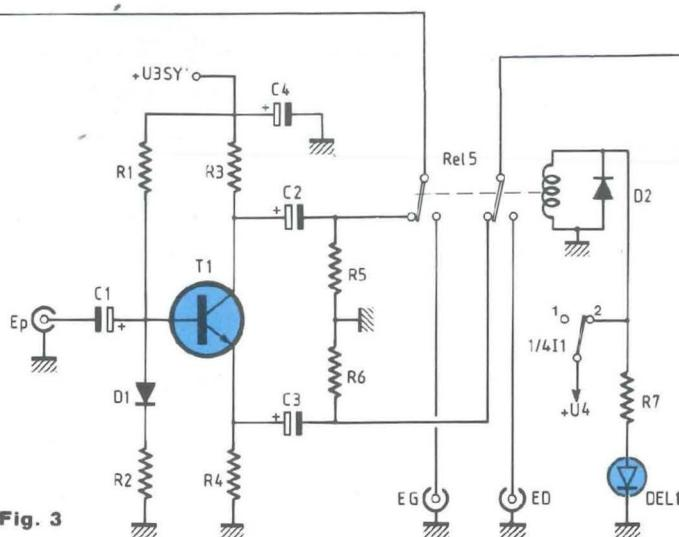

Fig. 3
Visible également sur la figure 3 pour faciliter la compréhension générale de notre système, la structure du symétriseur se trouve dessinée en bas du schéma. On ne peut plus simple, elle ne se compose que d'une cellule de déphasage, formée de R1, R2, R3, R4, R5, R6, C1, C2, C3, D1 et T1. Pour un bon fonctionnement de cet étage, qui implique une opposition de phase parfaite à 180° ainsi qu'une amplitude rigoureusement égale entre les deux signaux, il est nécessaire que R3 et R4 soient identiques. En partant de là, on obtient une amplification de 1 en attaquant directement la base de T1 par le signal d'entrée. Sachant d'autre part que la sensibilité des blocs amplis est, dans le pire des cas de 3 Veff, il faut
Pour ce qui est de D3 et D5, ces deux diodes permettent de décharger C2 et C7 lorsque l'alimentation est coupée. Pour terminer, on précisera que cette structure est absolument indispensable pour ne pas détruire l'étage amplificateur en courant de la carte, figure 3. En effet, en observant la partie R10, R11, R12, R13, R14, R15, D1, C5, T7, T8, T9 et T10, on peut remarquer qu'une mise sous tension instantanée provoquerait un courant de base, dans T7 et T9, très élevé pour charger C5. En conséquence, il y aurait destruction des deux jonctions émetteur-base. Ce système permet une mise en
Inutile pour une utilisation en stéréo, la temporisation est absolument obligatoire pour le montage en pont. En effet, il y a des pointes de plus de 80 V continu à la mise sous tension, ce qui peut être destructeur pour l'enceinte. De structure assez modeste, elle fait l'objet de la figure 5. La temporisation est extrêmement simple et ne se compose que de R1, R2, R3, C1, D1, D10, T1 et T2. L'ensemble forme un générateur qui charge un condensateur C1 à courant constant, en une vingtaine de secondes environ. D10 permet la décharge de C1 lors de la coupure de l'alimentation. T2 sert de suiveur pour que les autres circuits n'affaiblissent pas le courant du générateur, ce qui pourrait empêcher la charge de C1. L'interrupteur I1 étant en position 1, la temporisation sature T3 et T4 jusqu'à ce qu'elle ait terminé son action, à partir de la mise sous tension. De là, on force à 0V les entrées + et - de IC2, repérées par (A) et (B). Analysons le fonctionnement des comparateurs. Reliés deux à deux, ils forment deux comparateurs à fenêtre (pour a et b et c et d). Deux références de tensions sont fixées aux points (C) et (D). Elles sont les images des ddp continues à ne pas dépasser, éventuellement recueillies en sorties des amplis, et qui s'élèvent à + 0,64 V et - 0,64 V. De ce fait, comme on a 0 V en (A) et (B), toutes les sorties de IC2 sont à l'état haut. T5 et T6 sont alors bloqués, REL3 et REL4 (voir figure 3) sont au repos, ce qui permet à C11 de se charger en douceur au travers des haut-parleurs. S'il intervenait un problème quelconque qui fasse qu'une composante continue apparaisse sur le + de C11, T7 (ou T8 selon la voie incriminée) se saturerait, provoquant celle de T5 (ou T6) qui activerait REL3 et REL4 pour couper la sortie. En effet, T7 et T8 fonctionnent en émetteur commun, une charge positive sur leurs bases les fait se saturer. C'est ce qui se passerait ici grâce aux atténuateurs filtrants que sont
R29, R27 et C6 (ou R30, R28 et C7) qui court-circuitent les signaux dynamiques pour ne laisser passer que le continu. Maintenant, lorsque +HPB1 et +HPB2 sont à U2/2 et que la temporisation a terminé son action, 1/2IC1a et 1/2IC1b surveillent étroitement le fonctionnement des amplis 1 et 2. Une dérive de  $\pm 5$  V est tolérée pour +HPB1 et +HPB2. Passé ce cap, l'alerte est donnée et les enceintes sont déconnectées. Le système est simple et fait appel à deux structures différentielles atténuatrices (pour que IC1 puisse fonctionner, dans sa gamme de tension d'alimentation de  $\pm 12$  V) et filtrantes (pour ne traiter que le régime statique). Les tensions +U2/2 et +HPB1 sont comparées par les entrées + et - de 1/2IC1a. Un écart de  $\pm 5$  V se traduit par une variation de  $\pm 0,64$  V en sortie de 1/2IC1a, qui fait alors basculer 1/4IC2a ou 1/4IC2b (cela dépend du sens de variation) au  $\emptyset L$ , sature T5, fait commuter REL3 et REL4 qui coupent l'enceinte. A noter que dans ce mode, T7 et T8 ne servent qu'à la mise sous tension, en cas d'urgence. Maintenant, en configuration pontée, les choses se passent autrement. Effectivement, il ne faut pas que le haut-parleur se trouve raccordé à la mise sous tension, et ce pour les raisons évoquées en début de chapitre. L'interrupteur étant basculé en position 2, le circuit de temporisation tire le point (C) à -U4 au départ. Par conséquent IC1a et b n'ont plus aucune influence et les sorties de IC2a et c se retrouvent au  $\emptyset L$ . T5 et T6 commutent, activent REL3 et REL4 et de ce fait la charge est hors service. Les secondes passent, les potentiels s'équilibrent et se stabilisent tandis que le potentiel de temporisation augmente. Arrivé à + 0,64 V, D1 se bloque, si tout se passe normalement (+HPB1 et +HPB2 # + U2/2) alors IC2a et IC2c repassent à l'état haut, bloquant T5 et T6. Ainsi, REL3 et REL4 retrouvent leur point de repos et le H.P. est connecté. Simple non ? I1 en position 2 implique aussi que T7 et T8 soient complètement désactivés et que REL1 aiguille bien les entrées des deux blocs amplis vers le symétriseur, tout en allumant une petite diode led DEL1, qui informe l'utilisateur que le système est ponté (fig. 3). En ce qui concerne les diodes D2, D3, D4 et D5, elles permettent de rendre les sorties de IC2 indépendantes. Chaque couple (D2, D3 et D4, D5) forme un "OU" logique. Grâce